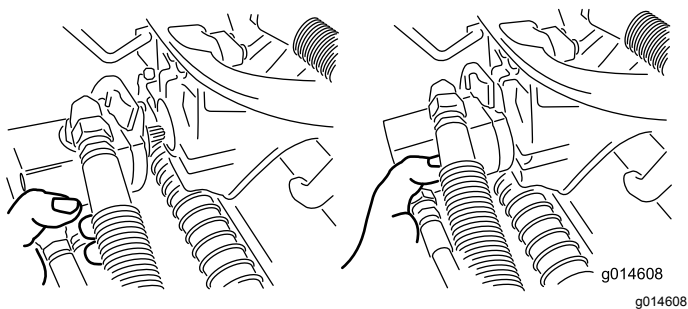

Рисунок 48
3. Переместите электродвигатель на место хранения на передней стороне рычага подвески (Рисунок 48).